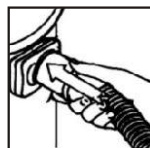

FIGURA 2
4. Acoplar a mangueira de sucção e bico com terminal (Figura 2);
- 1.3 Conectar a mangueira flexível à entrada de aspiração (Figura 2);